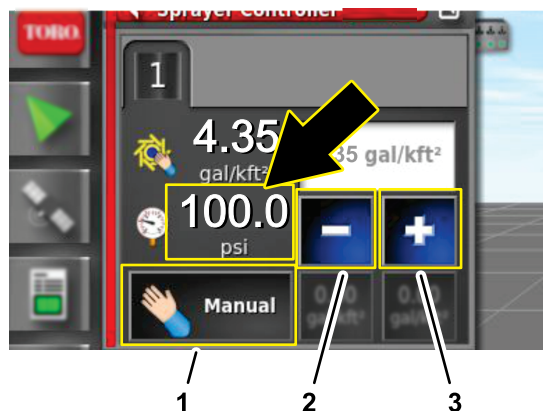

図 242
7. 散布レートコントローラダイアログボックスで、レート制御モードアイコンを押し続けると手動モードになる 図 242。
8. 減らすアイコン (-) と増やすアイコン (+) を使用して散布圧力 図 242 を 6.9 bar (100 psi) にする。